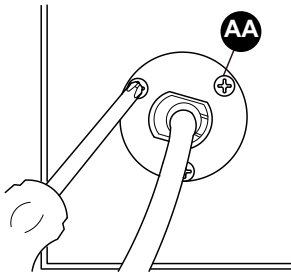

Figura 2 - Instalación del cable de alimentación
2. Conecte el cable de alimentación a la cubierta superior con chimenea 3) M4.2X8 tornillos (AA) (consulte la figura 2).